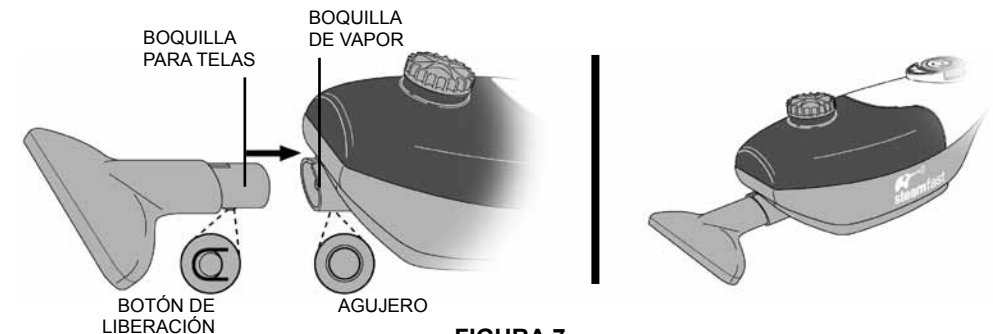

FIGURA 7
1. Alinee la Boquilla para Telas con la Boquilla de Vapor como se muestra (FIGURA 7).